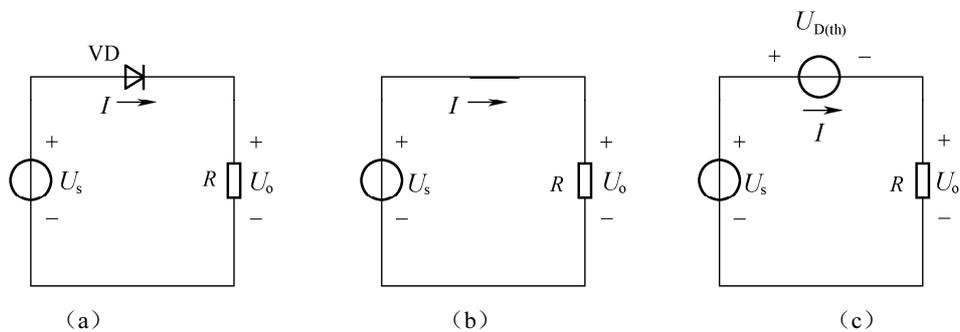

图 1.2-8 简单二极管电路
例 1.1 二极管电路如图 1.2-8 (a) 所示，二极管为硅管， $R=2k\Omega$ 。试用二极管的理想模型和恒压降模型，分别求出 $U_s=6V$ 和 $U_s=18V$ 时回路的电流 I_0 和输出电压 U_0 的值。
解： 将二极管用理想模型和恒压降模型代入，可作出如图 1.2-8 (b) 和 1.2-8 (c) 所示电路。
(1) 当 $U_S=6V$ 时, 由图 1.2-8 (b) 可得
由图 1.2-8 (c) 可得
(2) 当 $U_S=18V$ 时, 由图 1.2-8 (b) 可得